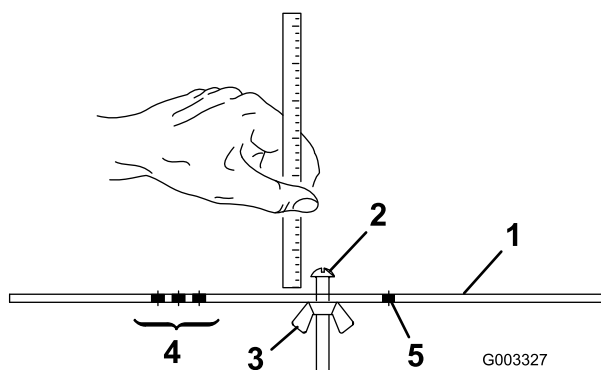

図 23
2. ゲージバー (図 23) のナットをゆるめ、調整ネジを希望の刈り高に合わせる。ネジ頭の下からバーの表面までの距離が刈り高となる。